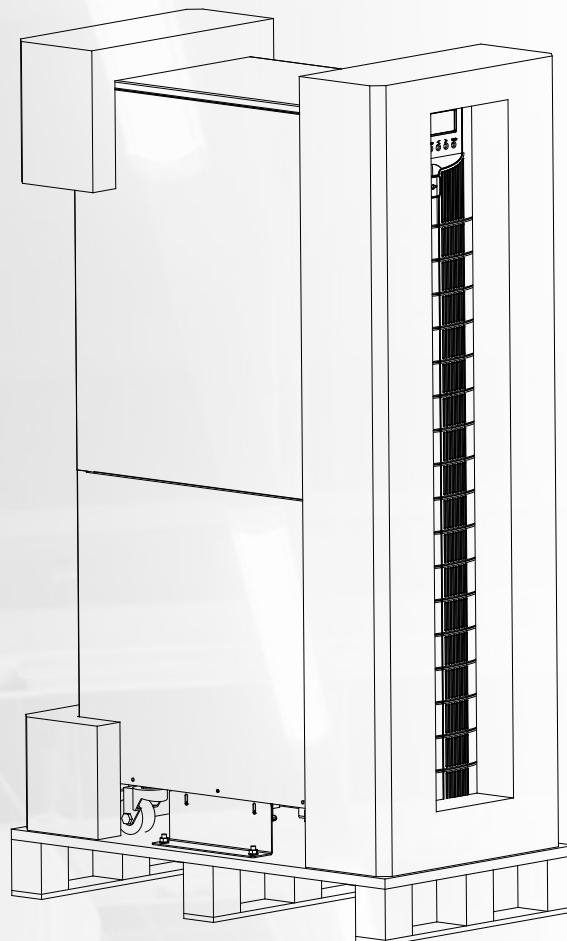

Рис. 3-6 Разборка ящика
3. Распакуйте упаковку (см. рис. 3-6).